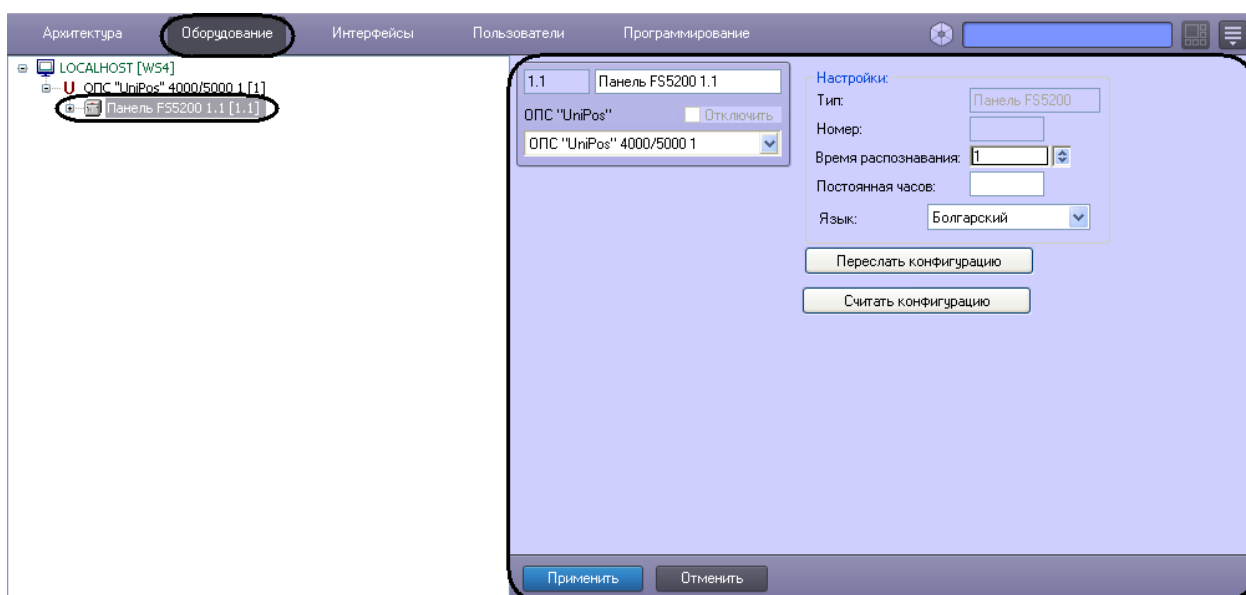

Рис. 3.5—1 Объект Панель FS5200
Настройка панели *FS5200* проходит на панели настроек объекта **Панель FS5200**. Данный объект создается на базе объекта **ОПС "UniPos" 4000/5000** на вкладке **Оборудование** диалогового окна **Настройка системы** при построении дерева объектов *ОПС Unipos 5100-5200* (Рис. 3.5—1) (см. раздел *Построение дерева объектов ОПС «Unipos 4000/5000»*).
1. Перейти на панель настроек объекта **Панель FS5200** (Рис. 3.5—2).